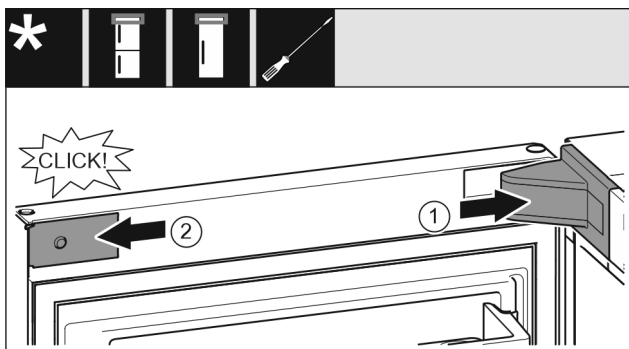

Fig. 17
- ▶ Lagerbockabdeckung aufsetzen und einrasten, ggf. vorsichtig auseinanderdrücken. *Fig. 17 (1)*
- ▶ Blande seitlich ansetzen und einrasten. *Fig. 17 (2)*